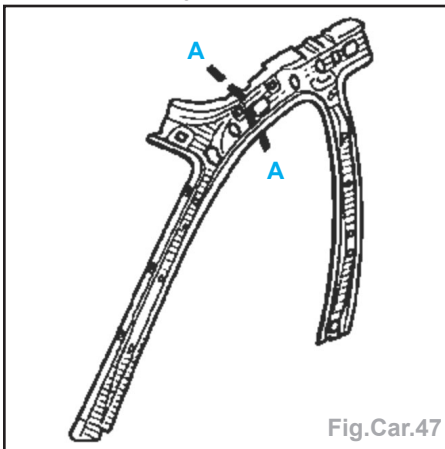

Fig.Car.47
- Cette opération peut également s'effectuer partiellement en complément au remplacement d'un pied milieu ou d'un pied avant suivant la coupe A-A (conserver la partie avant ou arrière suivant le cas) (Fig.Car.47).